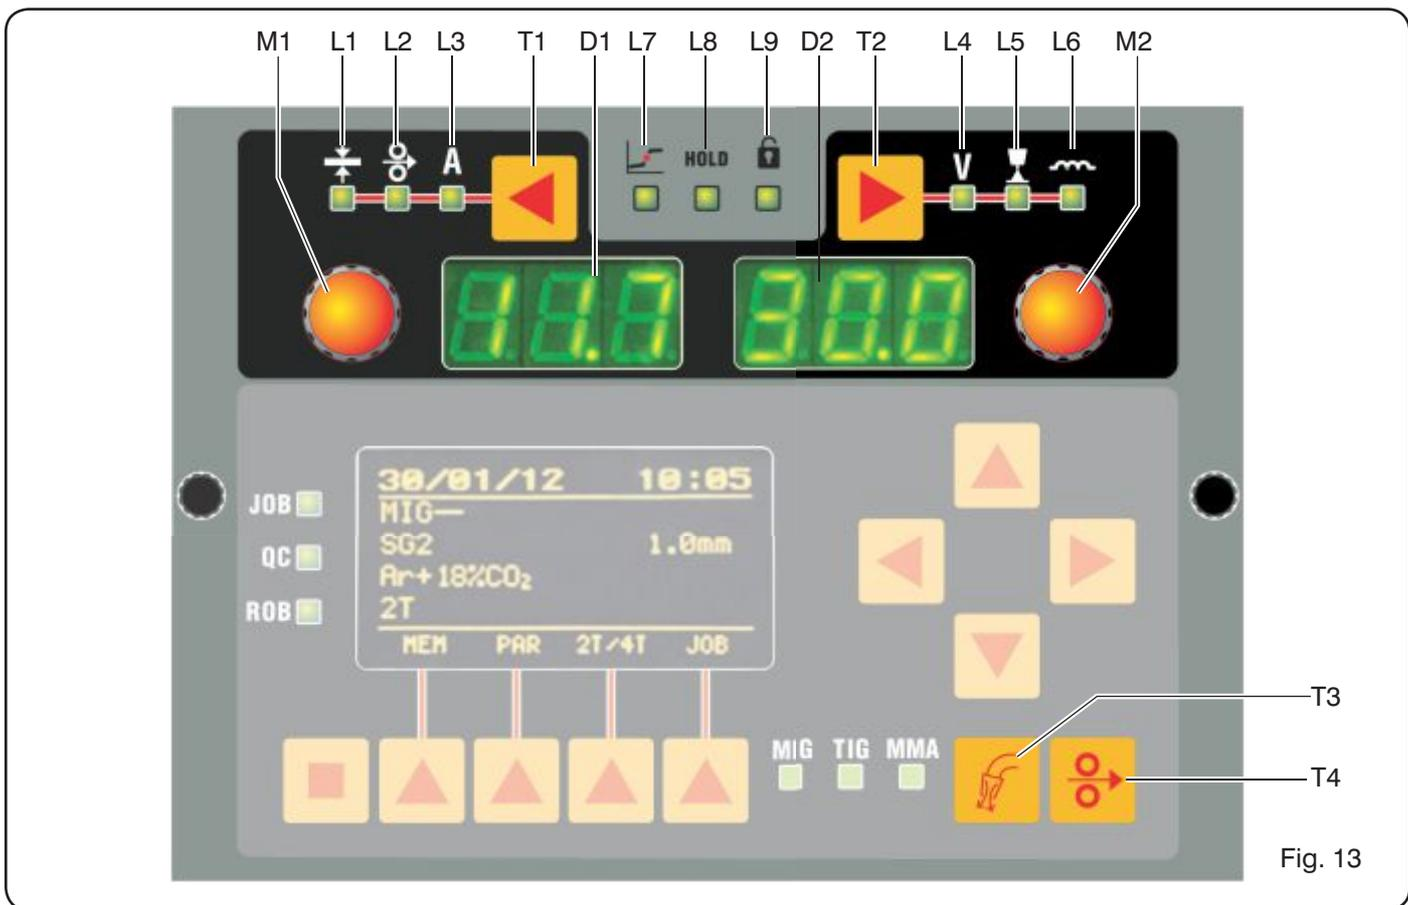

Fig. 13
O painel de comandos é constituído por uma zona de **controlo** (Fig. 13) e por uma zona de **configurações** (Fig. 14).
6.1 PAINEL DE CONTROLO (FIG. 13).